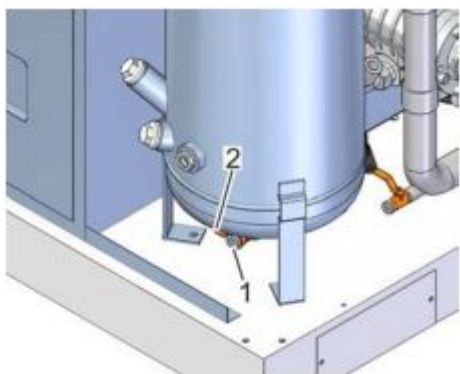

Рис. 34: Отверстие для слива охлаждающей жидкости
5. ➔ Аккуратно выкрутите резьбовую пробку (Рис. 34/1).
6. ➤ Аккуратно откройте слив хладагента (Рис. 34/2) и проверьте вытекающую жидкость.
8. ➤ Закройте слив (Рис. 34/2).
9. ➤ Снова закрутите резьбовую пробку (Рис. 34/1).